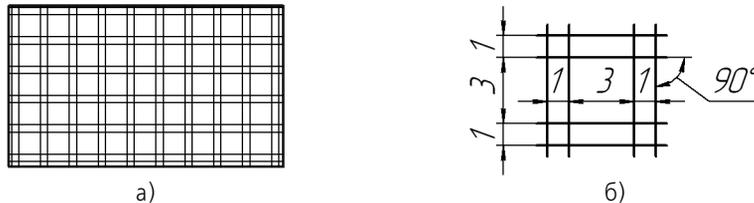

Рис. 131.4. Стиль штриховки Фарфор:
**Задание.** Создайте стиль штриховки **Фарфор** (рис. 131.4). Стиль линии штриховки — Тонкая.
11. Рассмотрите созданную штриховку. Убедитесь в том, что рисунок штриховки совпадает с образцом, представленным на рис. 131.4, а используемый стиль линии — *Тонкая*.